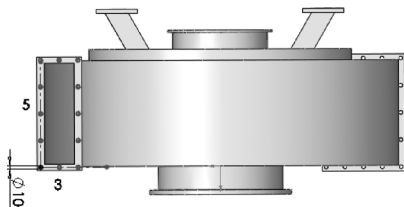

图 4-154 创建二次进风口法兰效果
STEP 10 通过相同操作创建二次进风口处的法兰（外边缘大小为 $300\text{mm} \times 120\text{mm}$ ，拉伸深度为 13mm ），如图 4-154 所示，从而完成整个“转子壳体”的创建。